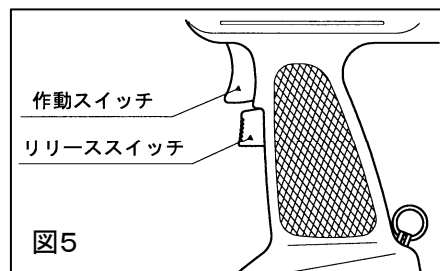

図5
2. 作業が終了したら作動スイッチから指を離して、リリーススイッチを押し続けてください。(図5)